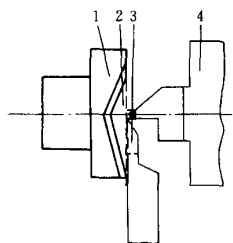

图 4
(4) 在 C616 车床上夹一三棱形凹槽安位,工件装入三棱安位内,用尾座装一半边顶尖顶住,将燕尾凸台车成 $\phi 4\text{mm}$ 圆柱,如图 4 所示,再将车刀退至最大外径处,将底面再车一刀,背吃刀量不超过 0.08mm,一直进至中心,将 $\phi 4\text{mm}$ 圆柱切掉。为了不损坏刀具或工件,操作者可看准时机,用木棍将工件顶住,并迅速停车退刀。至此,三棱锥体全部加工完毕。